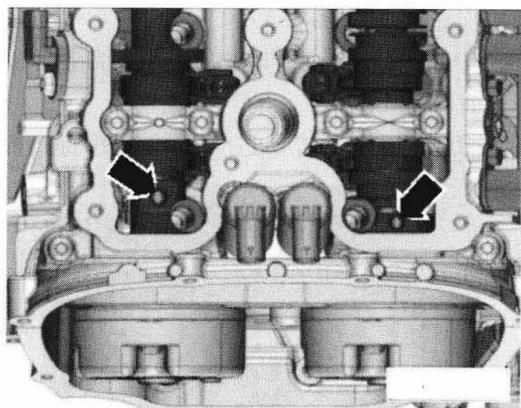

图 1-1-11
- (1) 拆卸气缸盖罩、正时链左侧和右侧盖板。
- (2) 拆卸发动机下部隔声垫。
- (3) 沿发动机转动方向将曲轴转动到上止点。这时凸轮轴里的螺纹孔（图 1-1-11 所示箭头）必须指向上面。